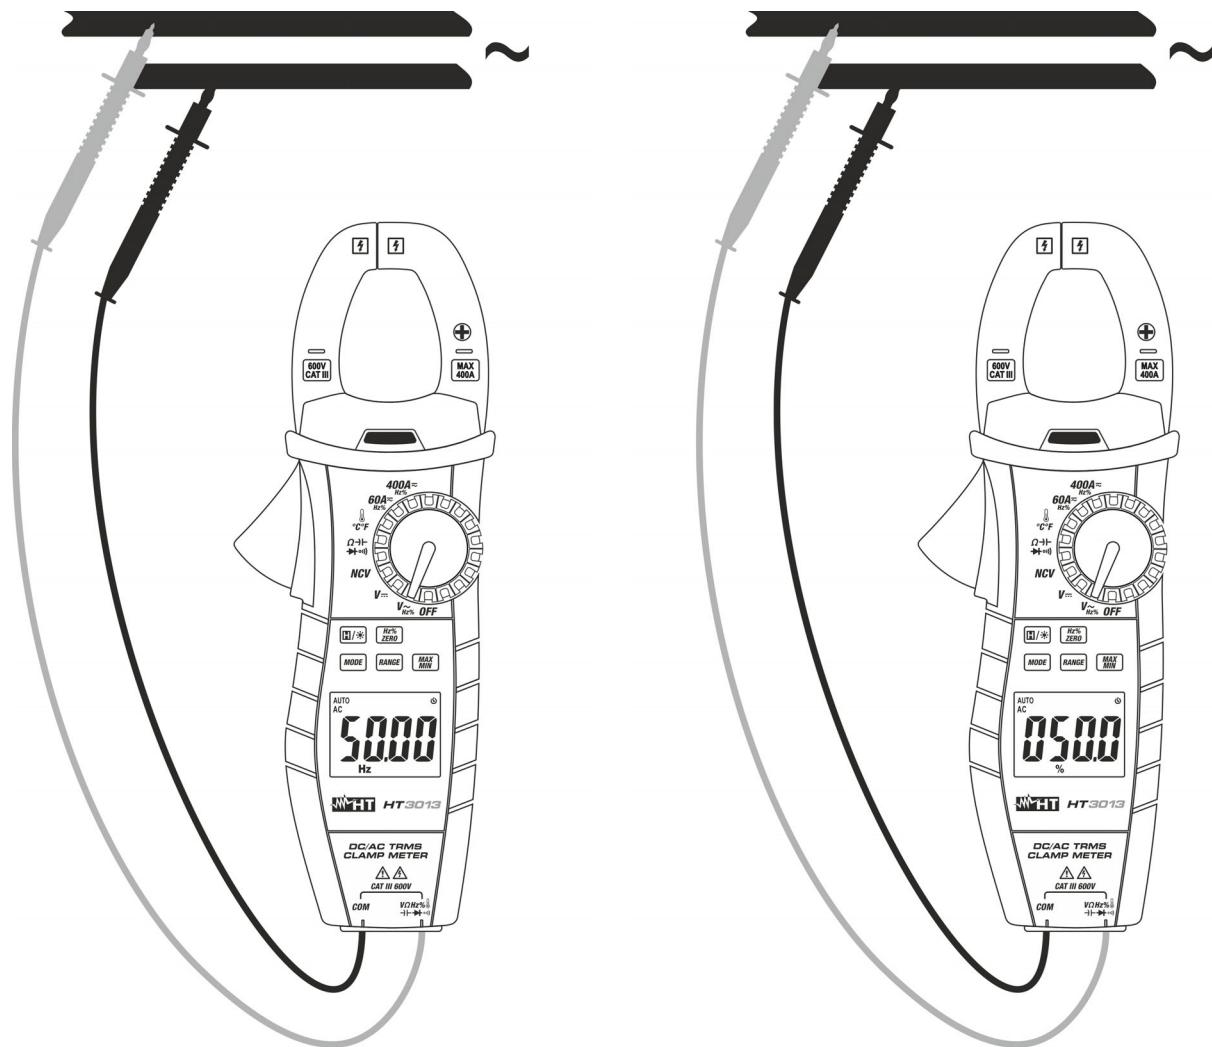

Abb. 6: Verwendung der Zange für Frequenz- und Duty Cycle-Messungen
- Stellen Sie die Messleitungen in die gewünschten Punkte des zu messenden Kreises (siehe Abb. 6) für die Frequenzmessung mit Messleitungen. Der Wert der Frequenz (Hz) oder des Duty Cycle (%) erscheint auf dem Display.